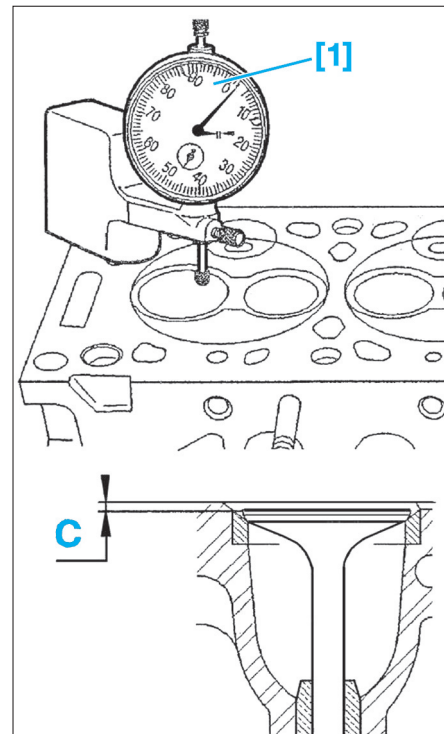

FIG. 44
- [1]. Comparateur et support adéquat (dépassement des soupapes) (Fig.44).
- Vérifier également le retrait (C) des soupapes (Fig.44).